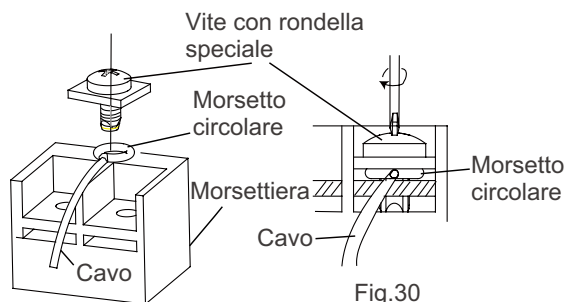

Fig.30
- (1). Tagliare l'estremità del cavo con un taglierino o una pinza, poi eliminare 10 mm di isolante.
- (2). Mediante un cacciavite, rimuovere la/le vite/i serrafilo dalla morsettiera.
- (3). Usando un dispositivo di fissaggio o delle pinze, fissare saldamente un morsetto circolare su ciascuna estremità del cavo spelata.
- (4). Posizionare il morsetto circolare del cavo e sostituire e fissare la vite serrafilo con un cacciavite (Fig.30).